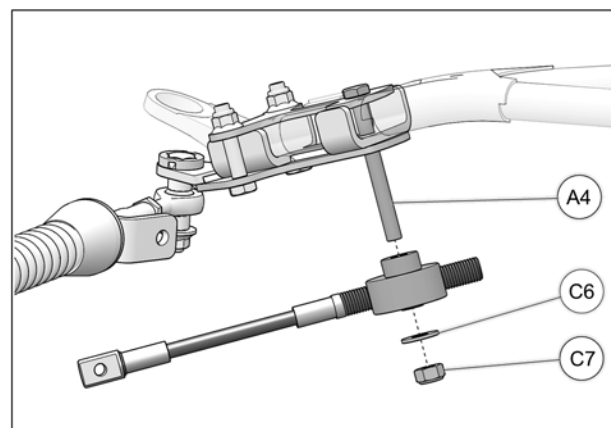

Fig. 23
14. Positionner le câble limiteur de conduite assemblé sous l'ancrage et installer au boulon (**A4**) inséré à l'étape 5. Utiliser la rondelle (**C6**) et l'écrou (**C7**) pour fixer le câble limiteur de conduite en place. Serrer l'écrou à 50 N•m [37 lb•pi]. Voir Fig. 23